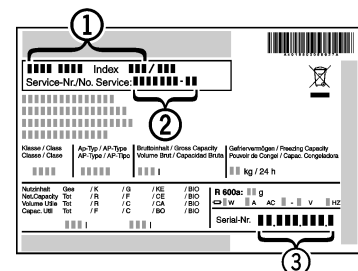

Fig. 9
- ▶ Consulte la denominación del aparato *Fig. 9 (1)*, el nº de servicio *Fig. 9 (2)* y el nº de serie *Fig. 9 (3)* en la placa de identificación. La placa de identificación se encuentra en la parte interior izquierda del aparato.
- ▶ Informe al servicio postventa indicando la falla, la denominación del aparato *Fig. 9 (1)*, el nº de servicio *Fig. 9 (2)* y el nº de serie *Fig. 9 (3)*.